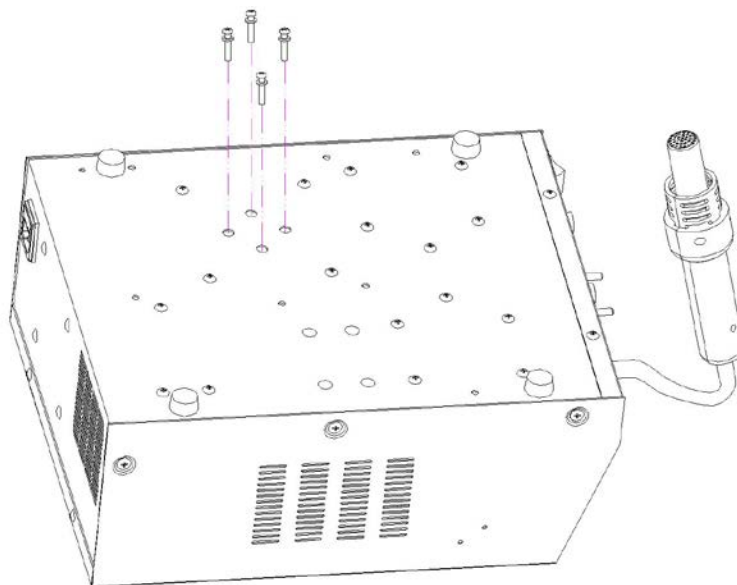

Рис.1
- При первом использовании удалите 4 винта (См. Рис. 1).